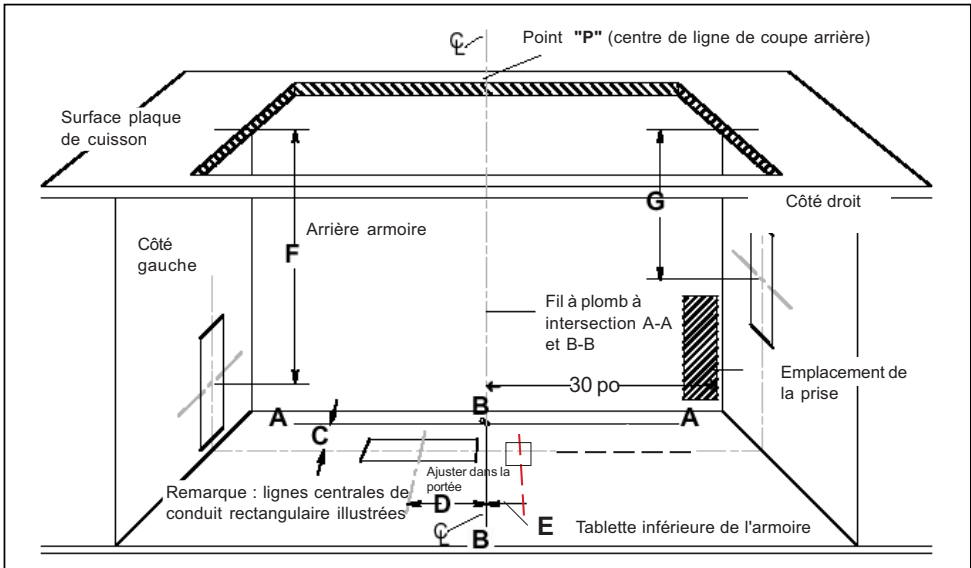

Fig. 9
- A. Voir figure 9. Tirer une ligne du point P au centre arrière de la découpe du plan de travail. Marquer ce point au bas de l'armoire en dessous. Établir deux lignes de références par ce point ; un doit être parallèle au devant de l'armoire et directement sous la découpe du plan de travail arrière et l'autre (ligne B-B) doit être à angle droit A-A.
La prise doit être située sous le plan de travail afin que le cordon d'alimentation de 30 po depuis l'évent puisse l'atteindre. Voir figure 9. Le cordon doit être acheminé sous l'appareil et loin de la chaleur générée par la plaque de cuisson. L'accès ne doit pas être obstrué par la soufflerie, armoire, conduit ou services électrique/gaz pour la plaque de cuisson. Toute l'alimentation pour le système d'évent incluant la soufflerie à distance, si utilisée, est fournie par le cordon à l'appareil d'entrée. La sortie peut habituellement être allongée depuis une autre prise de la cuisine ou avoir sa propre prise depuis le panneau de service principal.